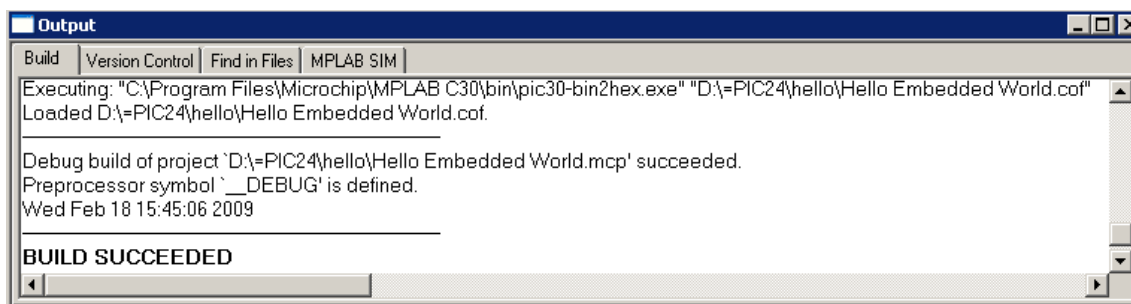

Рис. 1-2. Окно "Output" и вкладка "Build" после успешной сборки проекта
3) Выберите команду "*Project*→*Build*" и наблюдайте, как работают компилятор и компоновщик, генерируя исполняемый код и сообщения в окне "*Output*→*Build*" (см. **Рис. 1-2**).